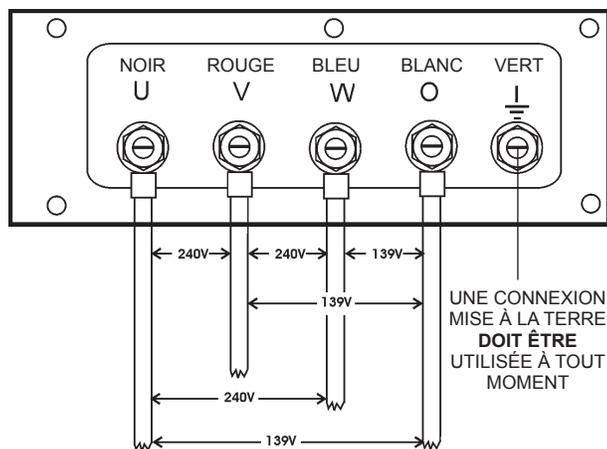

Figure 20. Cosses de sortie UVWO
2. Connecter les fils de charge aux cosses UVWO comme indiqué à la Figure 20.